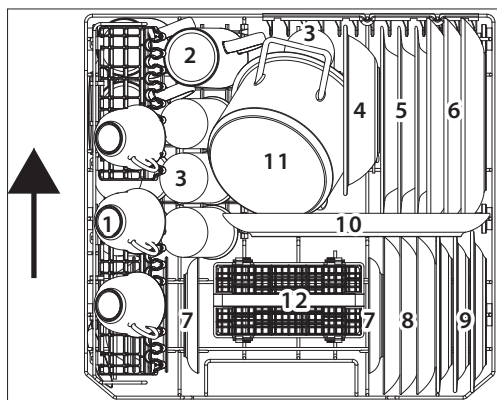

Fig. 15: con ripiano per tazze aperto
- ▶ Caricare il cestello per le stoviglie (9) come raffigurato nell'esempio (vedere la **fig. 15/16**). La freccia indica la direzione di inserimento. Per un lavaggio ottimale, le stoviglie devono essere collocate nelle posizioni previste.